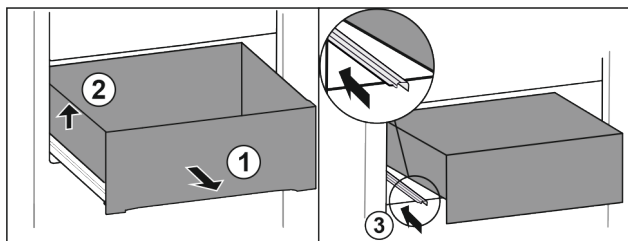

Fig. 71
- Lade tot de aanslag eruit trekken. Fig. 71 (1)
- Lade links optillen. Fig. 71 (2)
- Linker rail erin schuiven. Fig. 71 (3)